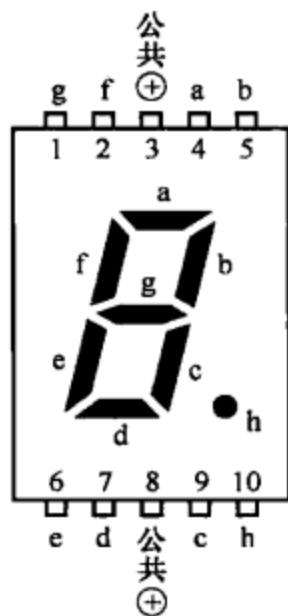

图 6-4
一位共阳极 LED 数码管共 10 只引脚，其中：③、⑧两引脚为公共正极（该两引脚内部已连接在一起），其余 8 只引脚分别为 7 段笔画和 1 个小数点的负极，如图 6-4 所示。